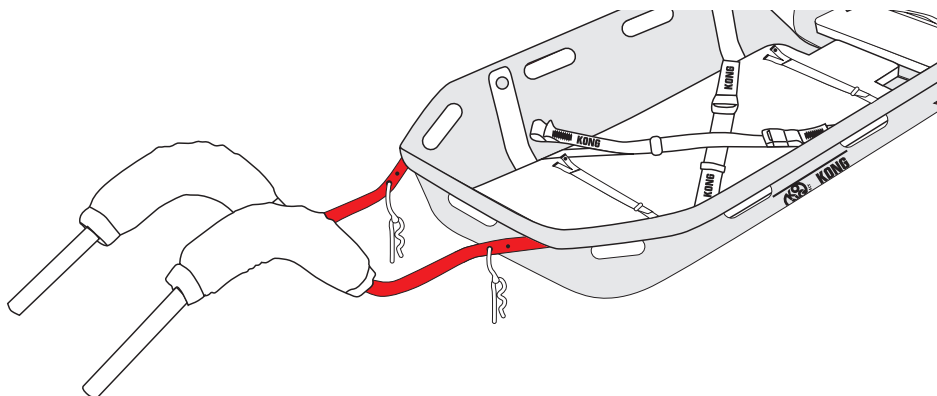

Fig.14
- Collegare i manici al telaio della barella (fig. 14), rispettando la numerazione di accoppiamento,